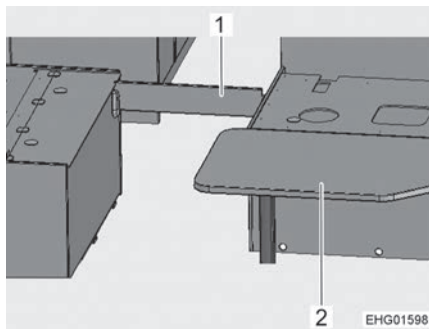

Fig. 145 Durante la trasformazione
- Trasformare il tavolo (Fig. 145,2) in struttura di supporto letto (vedi paragrafo 6.7).
- Applicare le tavole di sostegno (Fig. 145,1).